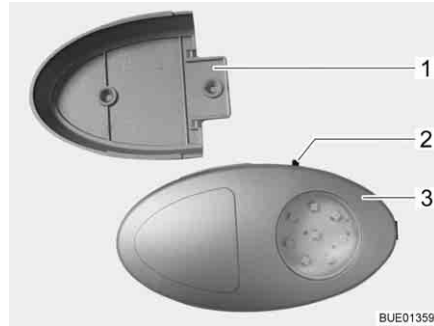

Fig. 47 Lámpara del armario ropero
- ▷ La lámpara del armario ropero puede ser extraída del soporte atornillado (Fig. 47,1) y ser usada como linterna.
El interruptor (Fig. 47,2) está instalado directamente en la lámpara del armario ropero (Fig. 47,3).